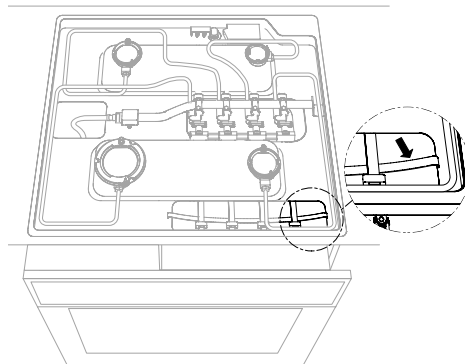

Abb. 6
- Den Transportschutz (siehe Abb. 6) der Kardanverbindungen entfernen.